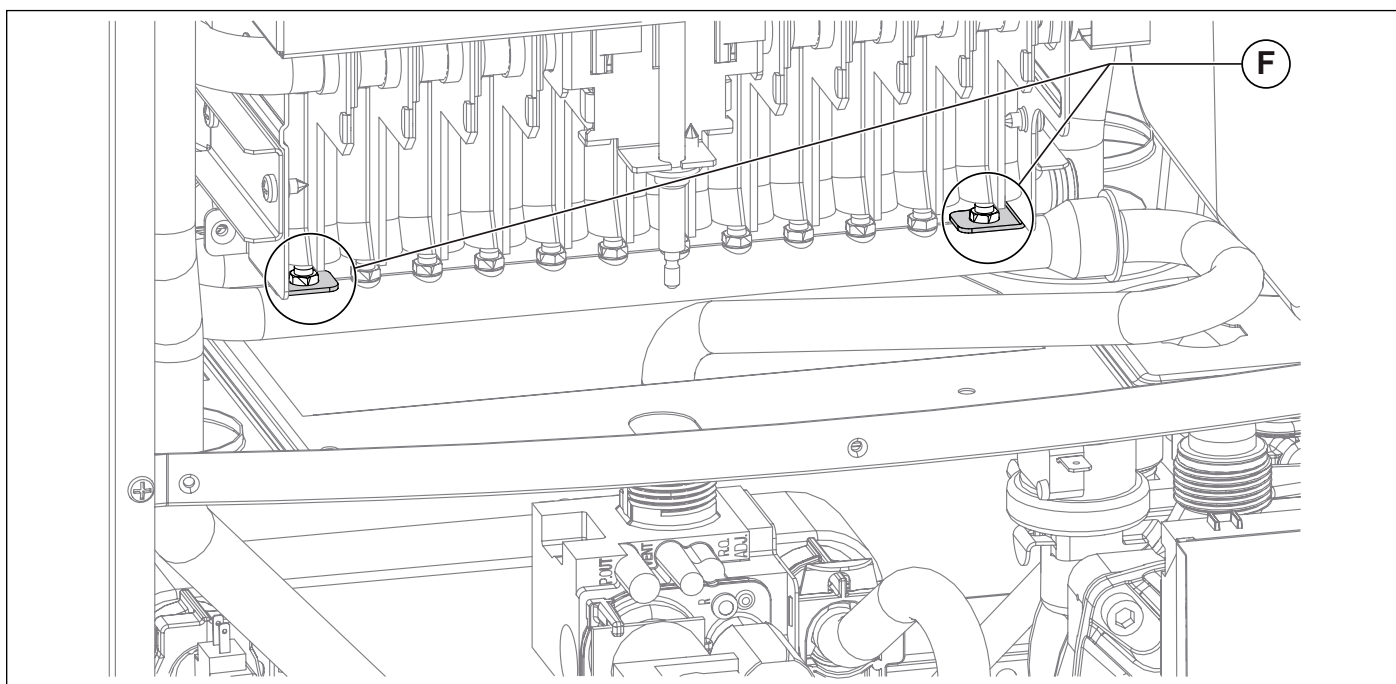

Fig. 17 Centragem dos bicos
- Quando inserir o novo coletor, fazer de maneira que os primeiros bicos à esquerda e os primeiros bicos à direita sejam corretamente centrados nos específicos furos preparados **F** (ver Fig. 17 Centragem dos bicos).